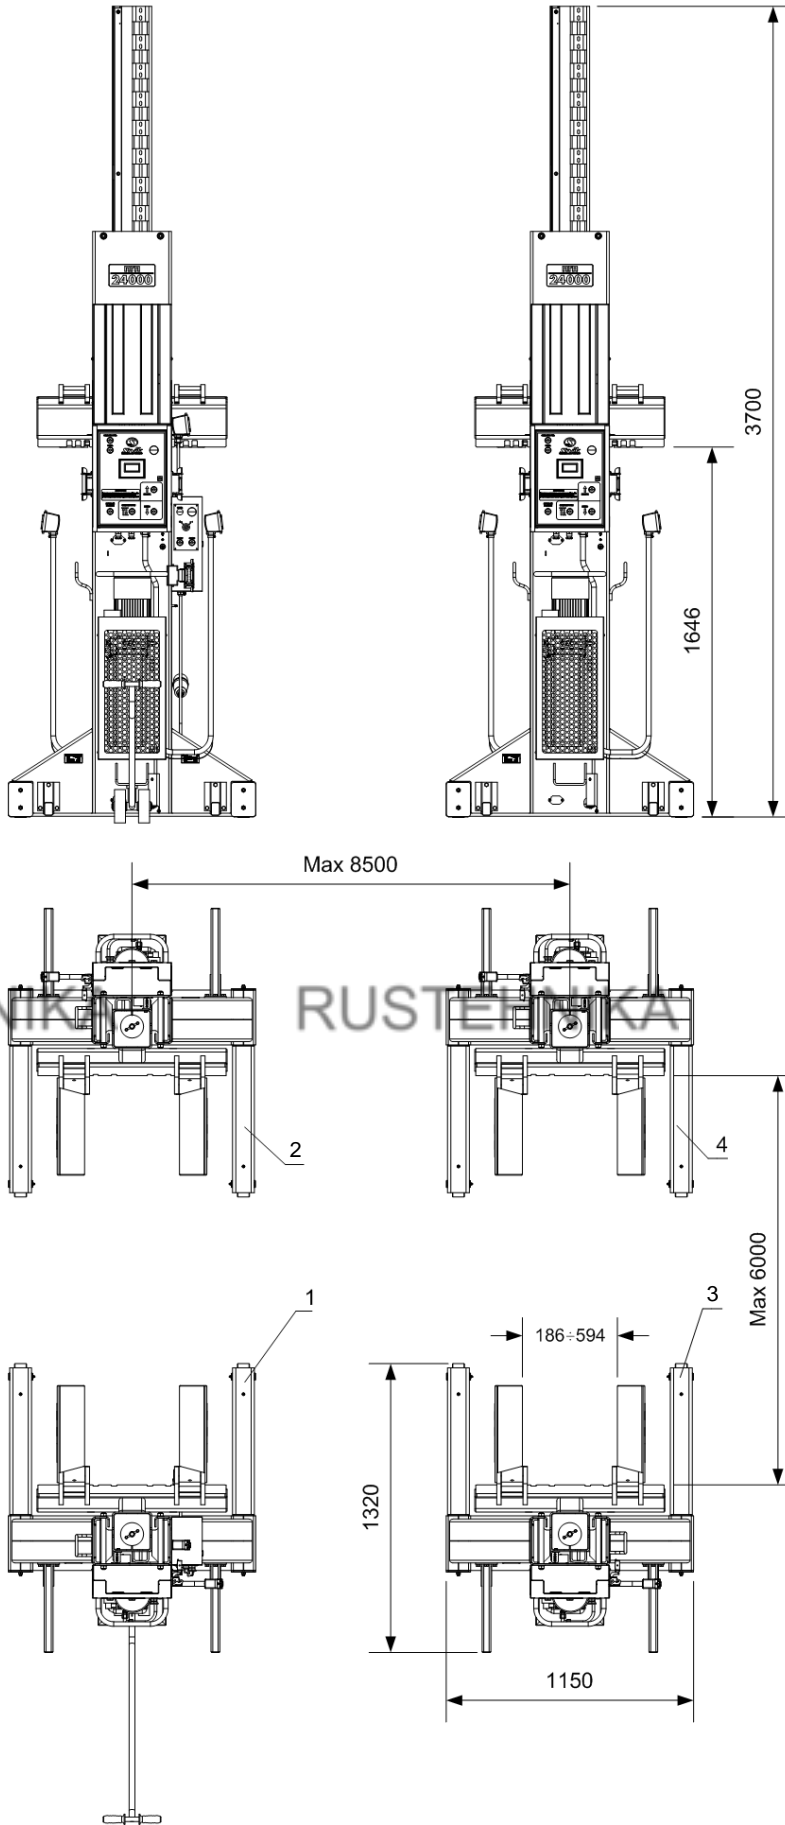

Рисунок 1. Общий вид подъемника ПГП-24000/4
4.1 Подъемник состоит из: модель ПГП-24000/4 (рисунок 1) – четырех стоек – главной №1 и второстепенных №№ 2, 3, 4; модель ПГП-36000/6 (рисунок 2) – шести стоек - главной №1 и второстепенных №№ 2, 3, 4, 5, 6.